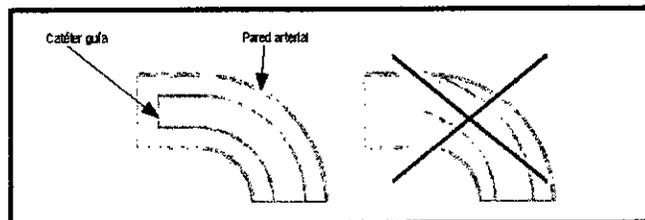

Figura 4. Orientación recomendada de la punta distal del catéter guía
- Coloque el extremo distal del catéter guía en el centro del lumen vascular (véase la figura 4).